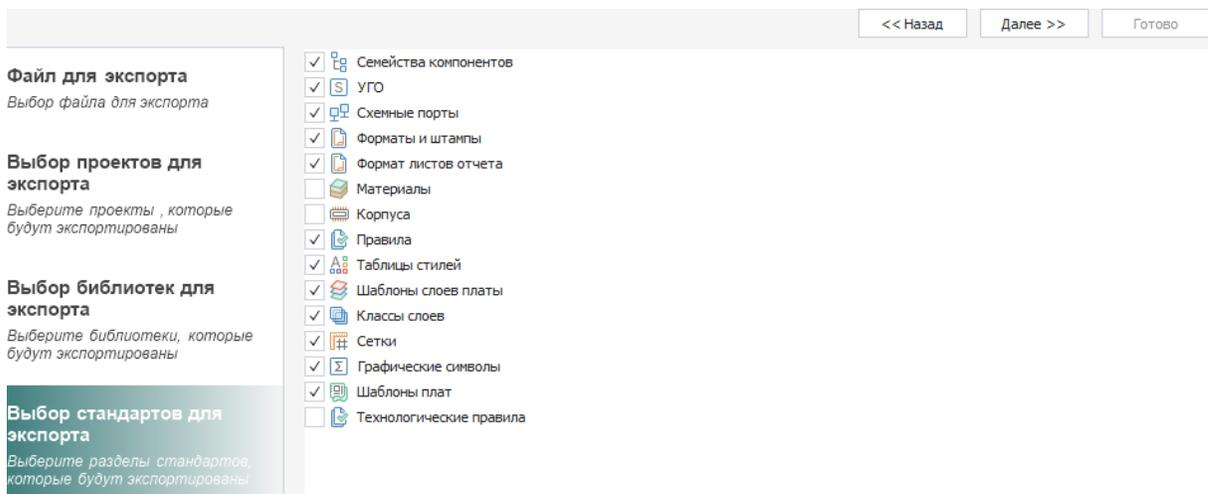

Рис. 5 Выбор стандартов
6. Выбрать стандарты, которые необходимо экспортировать, и нажать «Далее», см. Рис. 5.